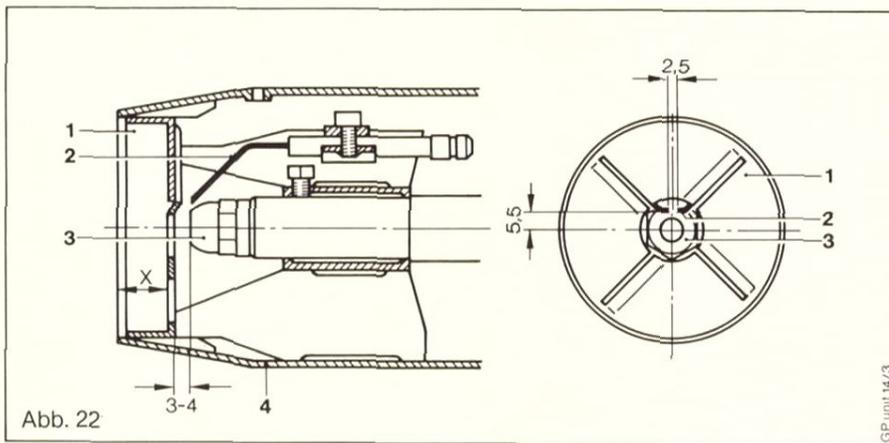

Abb. 22
b) Lösen der Konträrändelmutter (5) und drehen an der Einstellrändelmutter (4) nach rechts, ergibt weniger Pressung an der Stauscheibe (weniger CO2), (Maß x wird größer. Siehe Abb. 22), nach links ergibt mehr Pressung an der Stauscheibe (mehr CO2), (Maß x wird kleiner. Siehe Abb. 22).
Legende zu Abb. 22
Die Spitzen der Zündelectroden (2) dürfen nicht über die Vorderkante der Brennerdüse (3) hinausragen. Die in Abb. 22 angegebenen Abstände zur Brennerdüse (3), zur Stauscheibe (1) und zueinander sind genau einzuhalten.
Zur Beachtung: Mischeinrichtung mit Zündelectroden (2) beim Einbauen nicht verdrehen. Aus Gründen der Funktionssicherheit die in Abb. 22 dargestellte Stellung beibehalten!